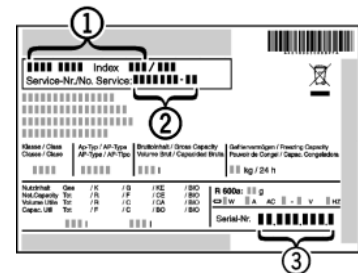

Fig. 12
- ▶ Gerätebezeichnung Fig. 12 (1), Service-Nr. Fig. 12 (2) und Serial-Nr. Fig. 12 (3) vom Typenschild ablesen. Das Typenschild befindet sich an der linken Geräteinnenseite.
- ▶ Den Kundendienst benachrichtigen und den Fehler, Gerätebezeichnung Fig. 12 (1), Service-Nr. Fig. 12 (2) und Serial-Nr. Fig. 12 (3) mitteilen.